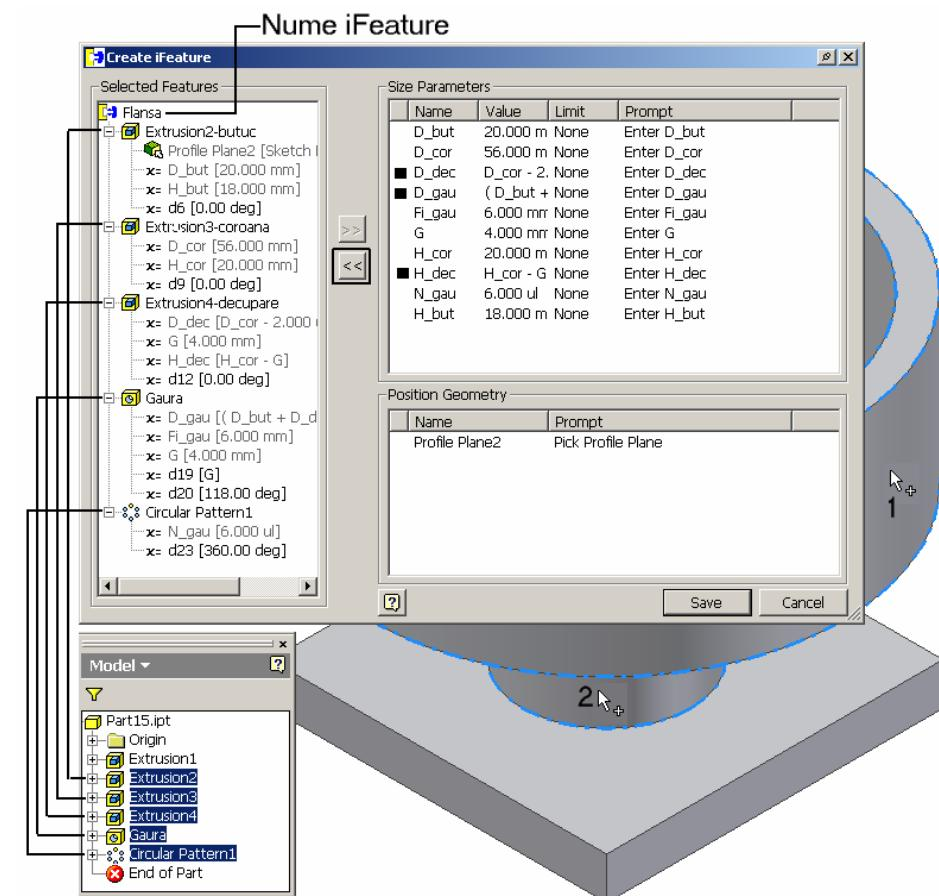
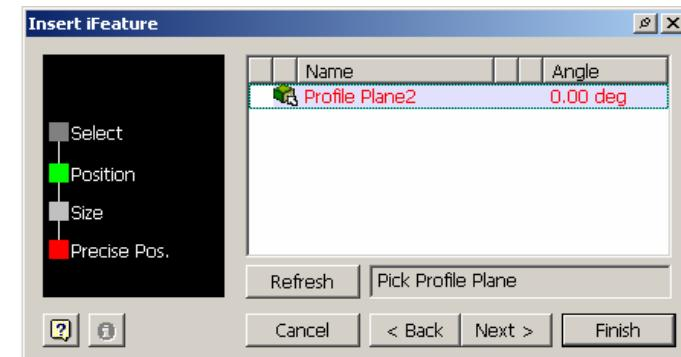

Figura 2.17.28.
Figura 2.17.39.
Se activează fereastra **Create iFeature**, figura 2.17.28, din meniul principal în succesiunea **Tools → Extract iFeature ...**, fereastră care permite specificarea opțiunilor și salvarea iFeature:
- prin click stânga mouse se selectează succesiv entitățile care compun **iFeature4**: în cazul de față prin click-urile mouse 1 și 2 evidențiate în figura 2.17.28 se vor selecta coroana și butucul, dar nu și extrudarea inițială **Extrusion1**; ca efect al selecției, fereastra **Create iFeature** este populată astfel:
figura 2.17.28; extensia fișierelor de tip **iFeature** este „**.ide**”; calea implicită a catalogului **iFeature** poate fi specificată prin fereastra **Options**, deschisă din meniu principal în succesiunea **Tools → Application Options...**, din care se alege panelul **iFeature**.
- pasul **Position**, figura 2.17.39 – se va poziționa cursorul mouse pe suprafața gazdă a iFeature și se va confirma prin click stânga mouse; în câmpul **Angle** se poate defini unghiul de rotație al iFeature în planul selectat; în zona din dreapta butonului **Refresh** este afișat sirul de caractere specificat în câmpul **Prompt**, din secțiunea **Position Geometry**, figura 2.17.28; butonul **Refresh** reactualizează desenul în urma modificărilor; punctul de inserare este marcat de o cruce și de o săgeată curbilinie; repoziționarea liberă prin translatăre se poate realiza prin tragerea crucii cu butonul stâng apăsat în noua poziție, iar rotirea prin tragerea săgeții curbilinii;